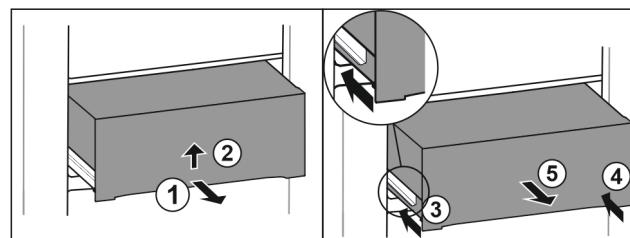

Fig. 42
- ▶ 将抽屉拉出一半。Fig. 42 (1)
- ▶ 从底部抬起抽屉。Fig. 42 (2)
- ▶ 推入左侧轨道。Fig. 42 (3)
- ▶ 推入右侧轨道。Fig. 42 (4)
- ▶ 朝前取出抽屉。Fig. 42 (5)